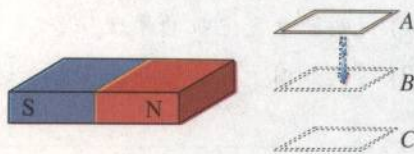

图 4.3-11 判断线圈内感应电流的方向
4. 如图 4.3-11 所示,在水平放置的条形磁铁的 N 极附近,一个闭合线圈向下运动并始终保持水平。在位置 B , N 极附近的磁感线正好与线圈平面平行。试判断线圈在位置 A 、 B 、 C 时感应电流的方向。